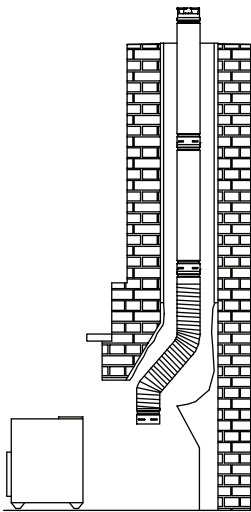

Figure 27
doutes, contactez le fabricant de l'appareil pour obtenir des précisions. Placez l'appareil à l'avant du foyer, comme le montre la **Figure 27**, et installez le raccord de coupe-tirage ou tout autre dispositif conformément aux instructions de l'appareil. Le coupleur de conduit flexible peut être fixé directement à l'appareil.
**(d). Assemblage du conduit flexible.** Assemblez la première section de conduit rigide au conduit flexible, en vous assurant que les flèches « UP » sont bien dirigées vers le haut. Poussez les sections l'un contre l'autre et tournez-les pour les verrouiller. Les vis ne sont pas nécessaires, mais si vous souhaitez les utiliser, utilisez des vis à tête N° 8 de 1/4 po (0,635 cm) de long, en veillant à ne pas perforer la paroi intérieure. Répétez ce processus pour le reste des sections du conduit, et descendez l'ensemble dans la cheminée. Abaissez-le en dessous de sa position normale comme indiqué sur la **Figure 27**.